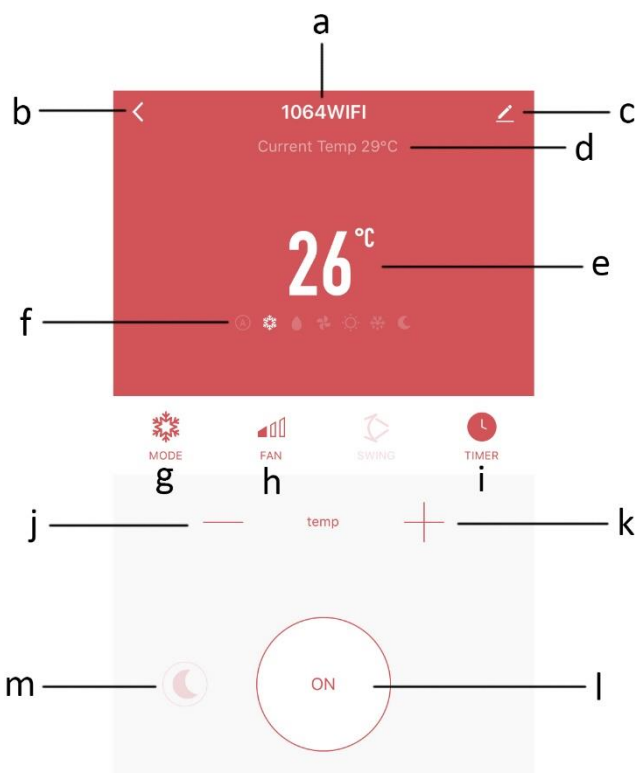

Fig.4
7. U kunt nu de airconditioner in de onderstaande interface bedienen (Fig.4). Druk op de overeenkomstige knop om uw apparaat in te stellen. Voor het kiezen van de modus en de ventilatorsnelheid ziet u dezelfde opties als op het bedieningspaneel van het apparaat. De maximale insteltijd voor de timer is echter 23 uur en niet 24 uur zoals op het bedieningspaneel. Opgelet, er is geen OSCILLATIE-functie beschikbaar op uw apparaat.